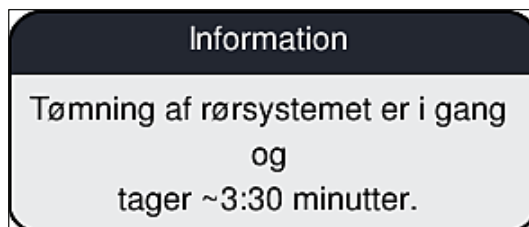

Fig. 107
6. På skærmen vises en meddelelse (→ Fig. 107), der informerer brugeren om varigheden. Denne meddelelse forsvinder, så snart luftpumpningen er færdig.